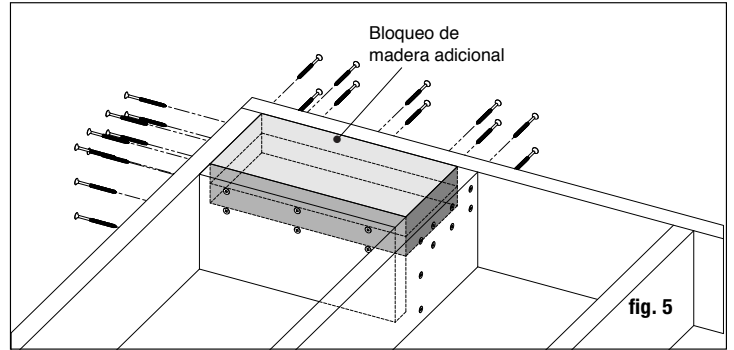

fig. 5
**Paso 3 Instalación de publicaciones:** Instale los postes uniendo la base de aluminio a la superficie de la plataforma. Coloque el poste de manera que el sujetador entre en la viga del piso y asegúrese de que la plataforma esté firmemente sujeta a la viga en la ubicación de los postes. Se requiere un bloqueo / enmarcado estructural adecuado debajo del material de la plataforma cuando se fija el poste a una plataforma con marco de madera porque la plataforma por sí sola no está aprobada como marco estructural (fig. 5).